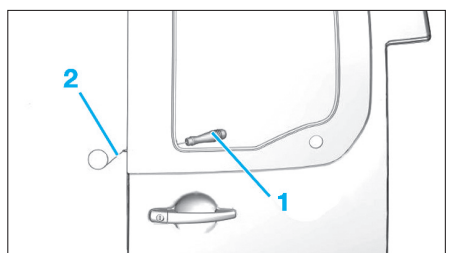

FIG. 13
- Passer l'alène (1) au travers du cordon d'adhésif joint, de l'intérieur vers l'extérieur (Fig.13)
- Accrocher le fil tranchant (2) à l'alène.